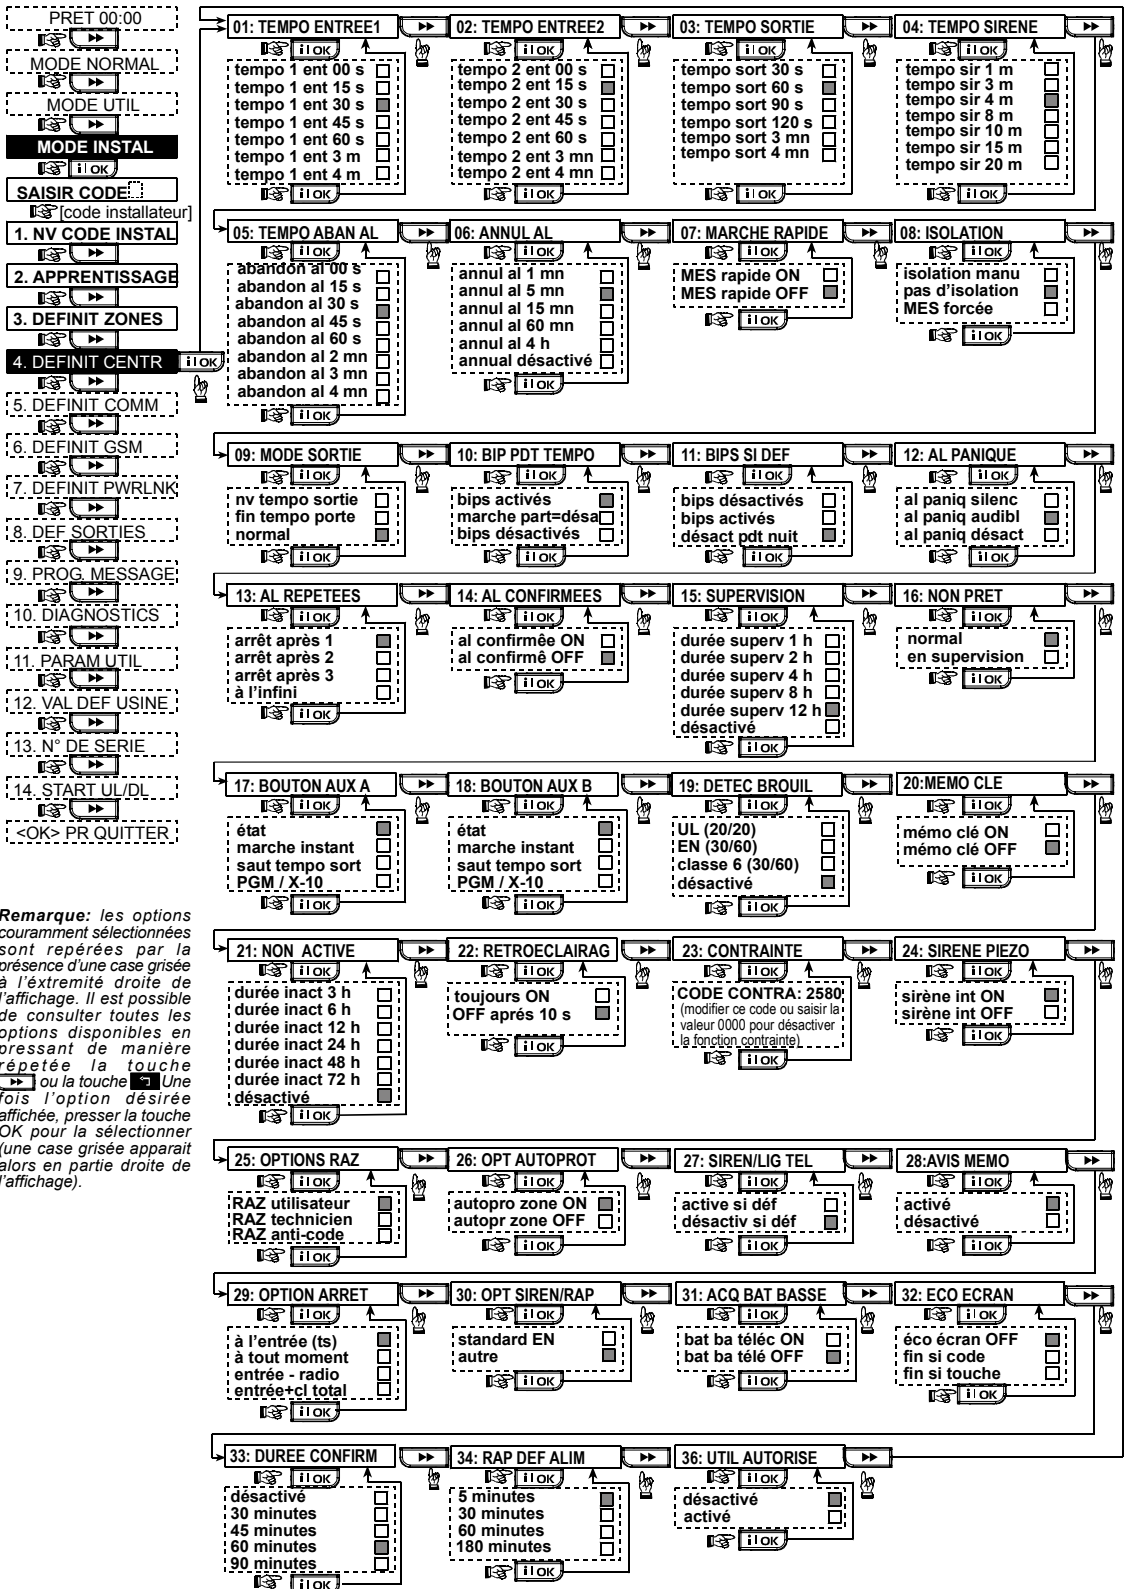

Figure 4.4 – Schéma de DEFINITION de la CENTRALE
(fig. 4.4, champ 10)
4.4.11 Bips sonores indicateurs de pannes (fig. 4.4, champ 11)
4.4.12 Alarme panique (fig. 4.4, champ 12)
4.4.13 Alarmes répétées (fig. 4.4, champ 13)
4.4.14 Croisement de zones (fig. 4.4, champ 14)
4.4.15 Supervision (fig. 4.4, champ 15)
4.4.16 NON PRET (fig. 4.4, champ 16)
4.4.17 Touche AUX A (fig. 4.4, champ 17)
4.4.18 Touche AUX B - TC BIDIR (fig. 4.4, champ 18).
(fig. 4.4, champ 19)
4.4.20 Clé Mémé – Mem-clé (fig. 4.4, champ 20)
4.4.21 "Non Activité" (fig. 4.4, location 21)
4.4.22 Rétro-éclairage (fig. 4.4, champ 22)
4.4.23 Contrainte (fig. 4.4, champ 23)
4.4.24 Sirène Piézo (fig. 4.4, champ 24)
(Reset) (fig. 4.4, champ 25)
4.4.26 Option d'Autoprotection (fig. 4.4, champ 26)
4.4.27 Sirène en ligne (fig. 4.4, champ 27)
(fig. 4.4, champ 28)
(fig. 4.4, champ 29)
4.4.30 Option Sirène/Rapport (fig. 4.4, champ 30)
4.4.31 Reconnaissance de batterie (piles) faible (fig. 4.4, champ 31)
4.4.32 Economiseur d'écran (fig. 4.4, champ 32)
(fig. 4.4, champ 33)
4.4.34 Rapport de coupure d'alimentation (fig. 4.4, champ 34)
Utilisateur (fig. 4.4, champ 36)